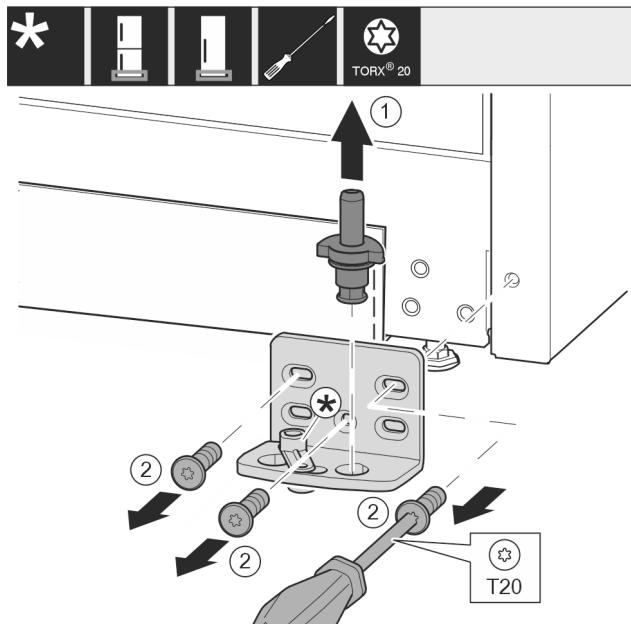

Fig. 13
- Ložiskový čep celý vytáhněte nahoru. Fig. 13 (1)
- Šroubovákem T20 vyšroubujte šrouby a odeberte stojan ložiska. Fig. 13 (2)